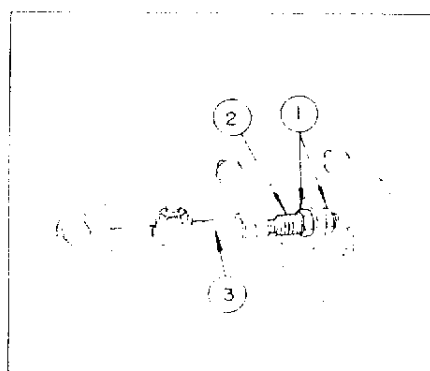

Fig. 5
- 5/ REGLAGE DE LA POSITION DU COUPEAU MOBILE - FIG. 5, 6